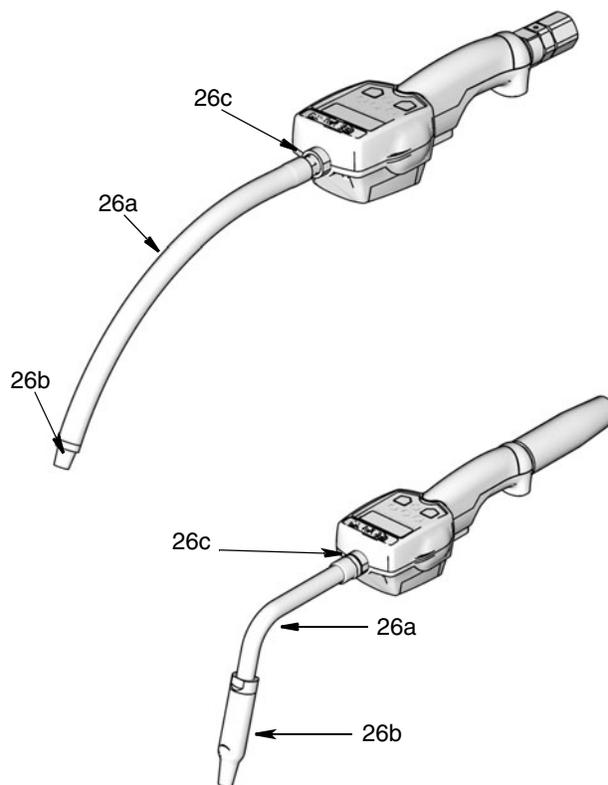

FIG. 7
2. Enrosque el accesorio de la extensión (26c) en el medidor al menos tres giros completos (FIG. 7).